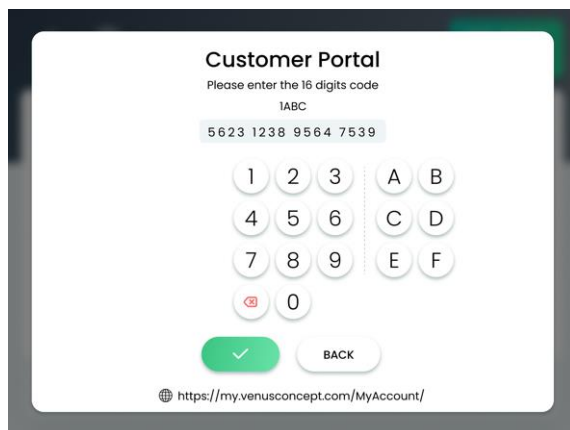

Figure 6-14. Écran Customer Portal (Portail client)
1. Accédez à l'écran Settings (P)aramétrage, comme décrit à la section 6.1.
2. Dans l'écran Settings (Paramétrage), appuyez sur l'icône **Activate** (Activer), illustrée dans le Tableau 6-1 ; l'écran du portail client apparaît, comme illustré à la Figure 6-14.